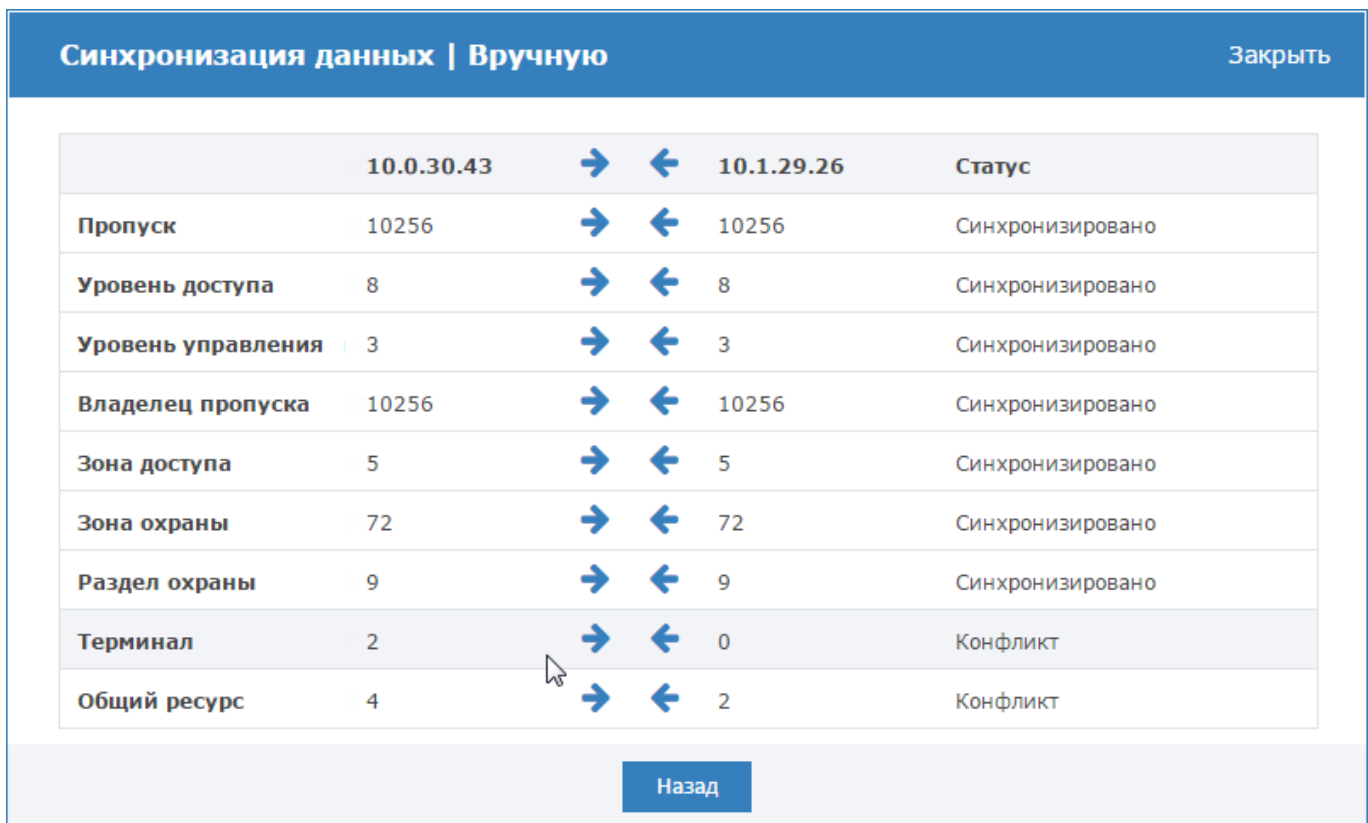

Рисунок 9.81 — Синхронизация данных по типам
- Для синхронизации данных выберите любую пару узлов (нажмите в требуемой ячейке таблицы и в следующем окне с помощью стрелок влево и вправо выполните синхронизацию по требуемым типам данных (рисунок 9.81).